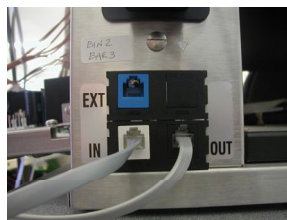

Figura 1
4) Efectuar as ligações com o Kitchen Minder tal como demonstrado no Diagrama de Cablagens Consulte a Figura 1 relativamente à localização física dos conectores no painel posterior das PHUs Prince Castle.